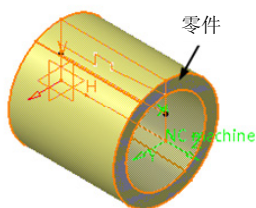

图 6-94 定义目标加工零件 (2)
4) 定义目标加工零件 (2)。单击 Design part for simulation 按钮, 系统自动隐藏“Part Operation”对话框, 在图形区选择如图 6-94 所示的实体作为目标加工零件, 然后双击空白处返回“Part Operation”对话框。